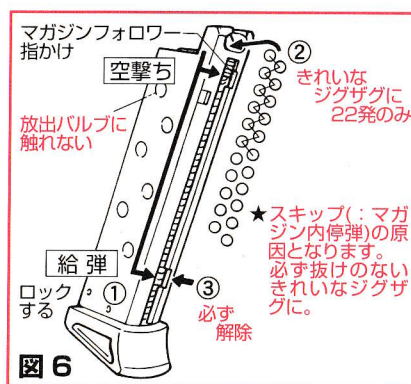

図6
<C. BB弾の給弾> ⇒図6参照
- ① 図6を参考にマガジンフォロワーを下げ、下部切り欠き(：給弾ポジション)に合わせ、指かけを横に「カチッ」とスライドさせてロックしてください。
- ② マルゼン製BB弾を給弾口から1発ずつ、抜きの無いきれいなジグザグになるよう、22発まで流し込んでください。ジグザグに抜ける場合、スキップ(：マガジン内停弾の原因)になります。充分ご注意ください。
- ③ 続いてフォロワー指かけのロックを必ず解除してください(自動解除ではありません)。解除を忘れると2~3回通常に発射するのみで、その後は銃を逆にする等で発射する危険な状態になります。
スライドストップのなくし方：空撃ちポジション ⇒図6参照
弾切れを知らせる便利な機能ですが、ブローバック作動のみの空撃ちが楽しめません。そこでマガジンに空撃ちポジション(：上部切り欠き)を設けました。図6を参考にマガジンフォロワーを少し下げ、上部切り欠きに合わせ、指かけを横に「カチッ」とスライドさせてロックしてください。このポジションには絶対に給弾しないでください。